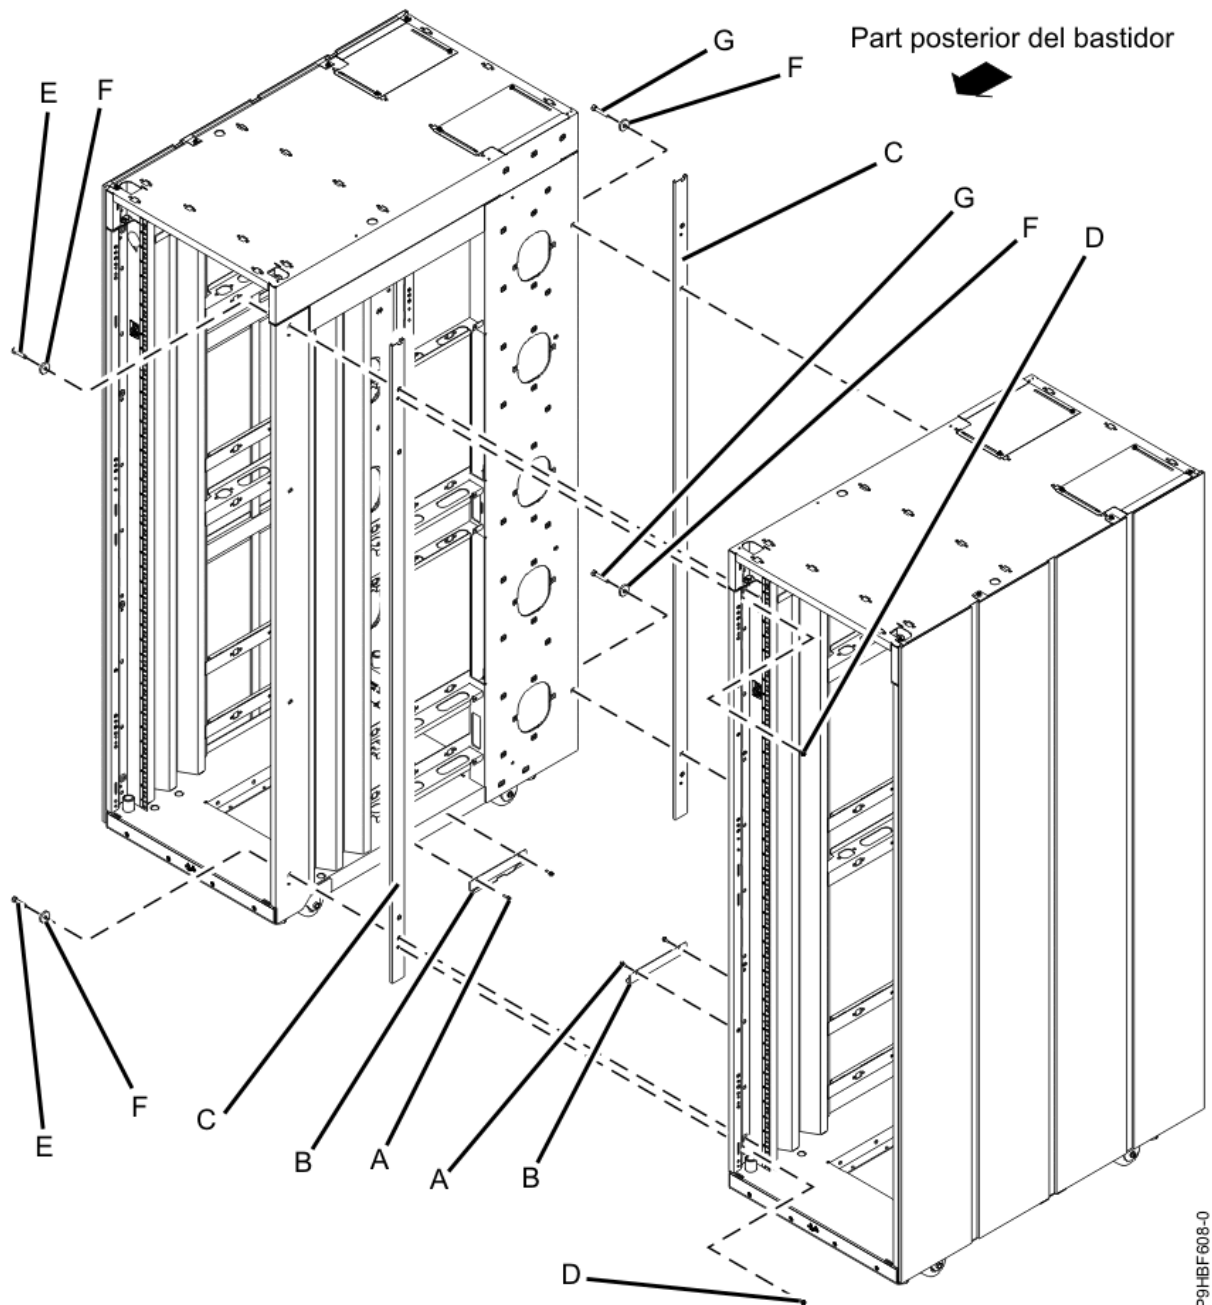

Figura 79. Extracció dels panells laterals, la peça de subjecció i els empalmaments per connectar diversos bastidors
4. Utilitzeu dos cargols (**D**) per col·locar la peça de subjecció de l'anell distanciador (**C**, a la part frontal). Alineu i col·loqueu la peça de subjecció de l'anell distanciador posterior (**C**), tal com es mostra a Figura 79 a la pàgina 119.
7. Col·loqueu un cargol **(E/G)** i una volandera **(F)**, tal com es mostra a la Figura 79 a la pàgina 119 a les quatre posicions però no els colleu.